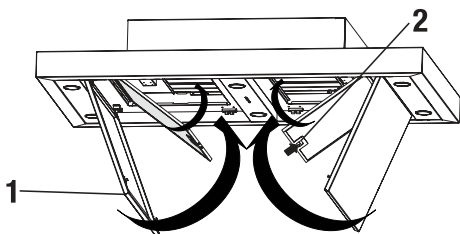

Abb. 13
8. → Öffnen Sie die Randabsaugungsplatten und schrauben sie die beiden Rändelschrauben wieder fest und setzen den Edelstahl-Metallfettfilter (Abb. 13/2) wieder ein. Klappen Sie wieder die Randabsaugungsplatten zu (Abb. 13/1).